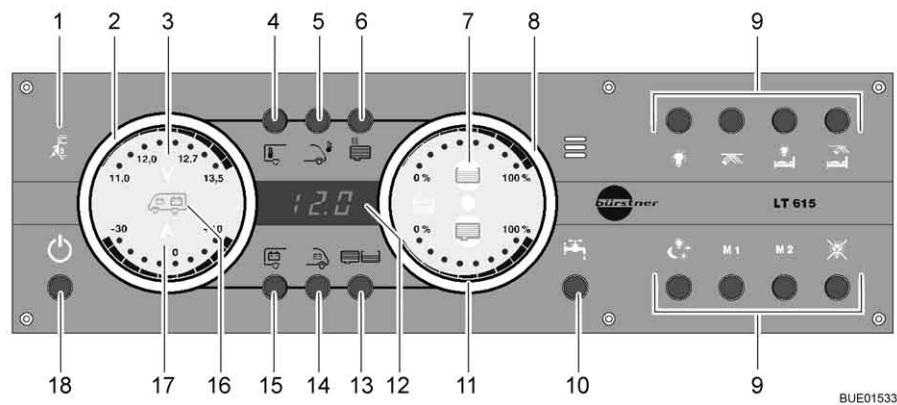

Fig. 157 Pannello di controllo LT 615
La spia di controllo a 230 V (Fig. 157,1) si accende quando all'ingresso della centralina elettrica è presente una tensione di rete. Le batterie vengono caricate.
L'interruttore principale a 12 V (Fig. 157,18) inserisce o disinserisce il pannello di controllo e l'alimentazione a 12 V dell'abitacolo.
- Premere brevemente il tasto dell'alimentazione a 12 V (Fig. 157,18). L'alimentazione a 12 V dell'abitacolo è inserita. L'indicatore di controllo "12 V" si accende.
- ▷ Se dopo l'accensione il LED "11,0" dell'indicazione dei Volt nonché il simbolo dei Volt "V" (Fig. 157,3) nell'indicatore delle batterie (Fig. 157,2) lampeggiano, significa che la tensione della batteria dell'abitacolo è insufficiente. Caricare la batteria.
- ▷ Se dopo l'accensione l'indicatore di controllo "12 V" e il simbolo dei Volt "V" (Fig. 157,3) lampeggiano tre volte, significa che la separazione della batteria è attivata. Disattivare la separazione della batteria.
- ▷ Se il pannello di controllo è spento e il simbolo "V" (Fig. 157,3) lampeggia di luce rossa, significa che la batteria è scarica. Per evitare che la batteria si scarichi completamente, non è più possibile accendere il pannello di controllo. Provvedere quanto prima a ricaricare la batteria.
- Premere brevemente il tasto dell'alimentazione a 12 V (Fig. 157,18). L'alimentazione a 12 V dell'abitacolo è disinserita. L'indicatore di controllo "Alimentazione a 12 V" si spegne.
- Premere il tasto della batteria dell'abitacolo (Fig. 157,15) e tenerlo premuto per ca. 10 secondi. Il simbolo dei Volt "V" (Fig. 157,3) e l'indicatore di controllo "12 V" lampeggiano tre volte. La batteria dell'abitacolo è separata dalla rete di bordo da 12 V.
- Premere il tasto "Alimentazione a 12 V" (Fig. 157,18) e tenerlo premuto per ca. 5 secondi. Il simbolo dei Volt "V" (Fig. 157,3) e l'indicatore di controllo "12 V" lampeggiano tre volte. La batteria dell'abitacolo è collegata alla rete di bordo a 12 V. L'indicatore di controllo si accende dopo ca. 5 secondi.
- Premere il tasto della batteria dell'abitacolo (Fig. 157,15). Il simbolo dei Volt "V" (Fig. 157,3) si accende. Il simbolo degli Ampere "A" (Fig. 157,17) diventa bianco o rosso a seconda del caricamento o dello scaricamento. La tensione della batteria e la corrente della batteria dell'abitacolo vengono indicate attraverso i LED nell'indicatore. La capacità residua della batteria dell'abitacolo è visualizzata in percentuale sul display.
- Premere il tasto della batteria di avviamento (Fig. 157,14). Il simbolo dei Volt "V" (Fig. 157,3) si accende. La tensione della batteria della batteria di avviamento viene indicata attraverso i LED nell'indicatore.
- Premere il tasto dei serbatoi (Fig. 157,13). I simboli del serbatoio dell'acqua (Fig. 157,7) e del serbatoio delle acque grigie (Fig. 157,11) si accendono. I livelli di riempimento del serbatoio dell'acqua (scala superiore) e del serbatoio delle acque grigie (scala inferiore) sono indicati dai LED nell'indicatore.
Il simbolo del serbatoio dell'acqua (Fig. 157,7) o il simbolo del serbatoio delle acque grigie (Fig. 157,11) lampeggia se il serbatoio dell'acqua è vuoto o il serbatoio delle acque grigie è pieno.